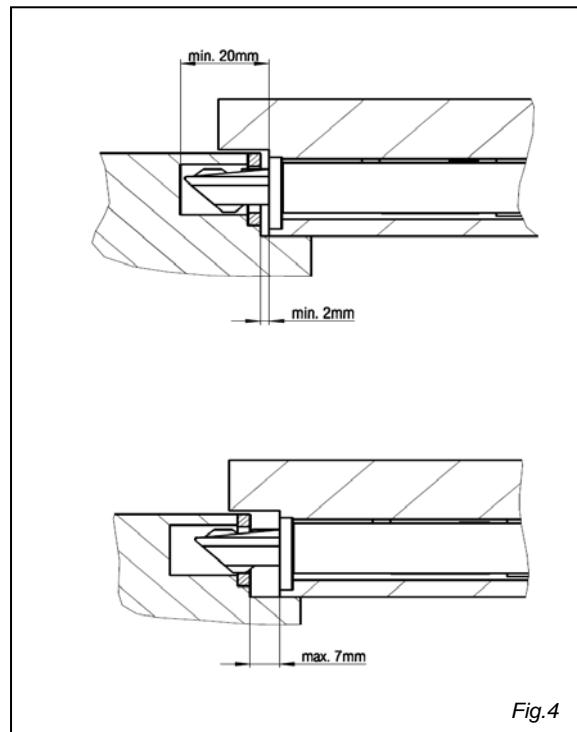

Fig.4
- Les étapes de travail pour assurer un montage correct veuillez (Fig.4).